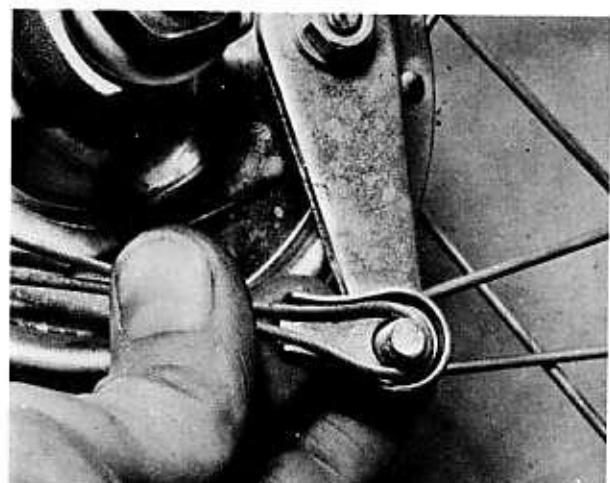

Bild 140
- Den Bremszug einhängen und die Funktion der Bremse sorgfältig prüfen, vor allem wenn die Bremse neu eingestellt oder der Bremsnockenhebel ausgebaut wurde (Bild 140).